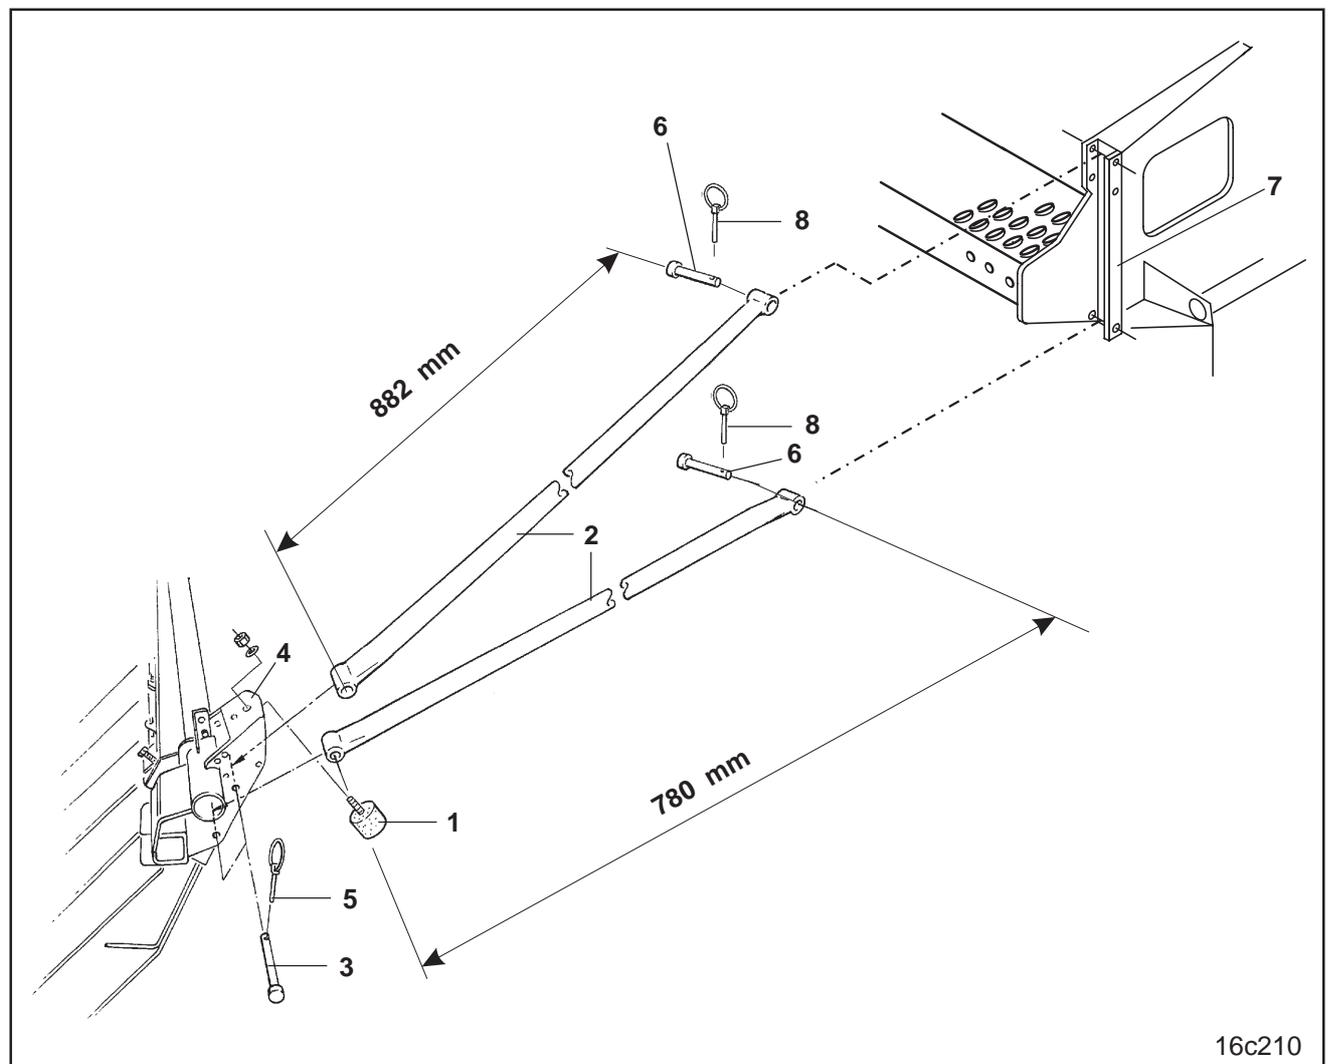

Fig. 13.2
- Vissez les butées caoutchouc (fig. 13.2/1).
- A l'aide des axes (fig. 13.2/3), fixez les tirants tubulaires (fig. 13.2/2) aux supports de fixation (fig. 13.2/4) du recouvreur FlexiDoigts et verrouillez en sécurité avec les goupilles agricoles (fig. 13.2/5).
- A l'aide des axes (fig. 13.2/6) fixez les tirants tubulaires (fig. 13.2/2) aux cornières (fig. 13.2/7) et verrouillez en sécurité avec des goupilles agricoles (fig. 13.2/8).